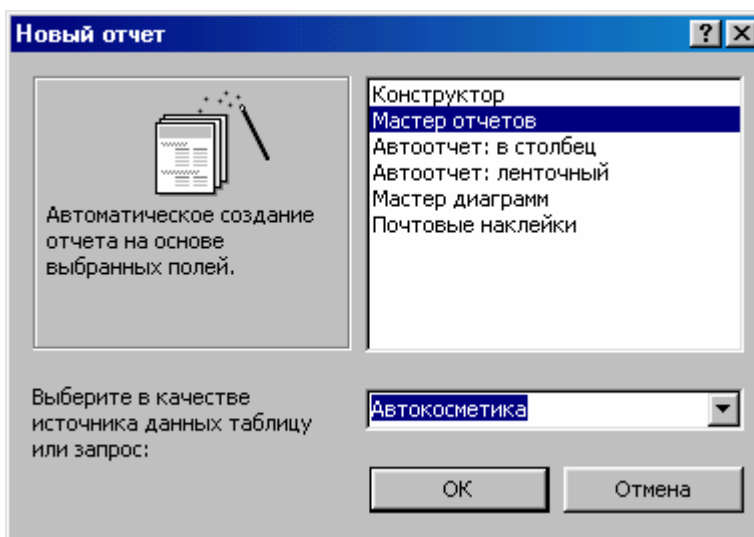

Рис. 6.5. Окно «Новый отчет»
- щелкните по значку раскрывающегося списка в нижней части окна и выберите из появившегося списка таблицу *Автокосметика* (см. рис. 6.5), щелкните по кнопке <ОК>;